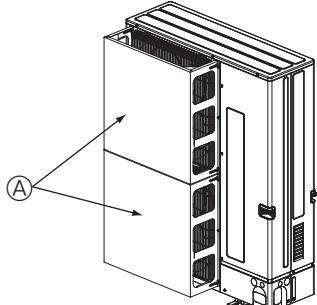

Fig. 2-5
- ② Τοποθέτηστε έναν προαιρετικό οδηγό αέρα, αν πρόκειται να εγκαταστήσετε τη μονάδα σε σημεία όπου υπάρχει το ενδεχόμενο να φυσούν απευθείας στο στόμιο εξαγωγής του αέρα πολύ δυνατοί άνεμοι κτλ. (Fig. 2-5)